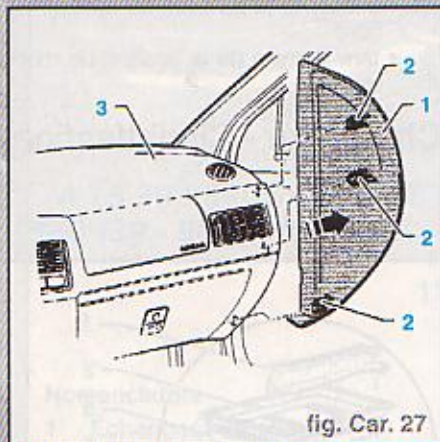

fig. Car. 27
- Détacher le cache (1) du tableau de bord (3) avec les clips (2) (fig. Car. 27).
- Extraire (flèche) le cache (1).